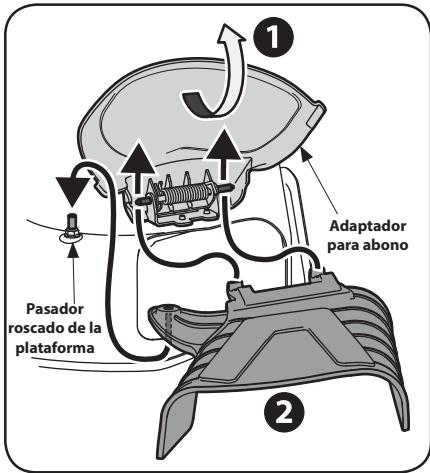

Figura 2-13
- En el costado de la plataforma de la cortadora, levante el adaptador para abono. Vea la Figura 2-13.
- Deslice dos ganchos de la tolva de descarga lateral bajo el pasador de bisagra del conjunto del adaptador para abono y ubique el orificio de la tolva sobre y en el pasador roscado de la plataforma que está detrás de la abertura de descarga. Vea la Figura 2-13. Baje el adaptador para abono.